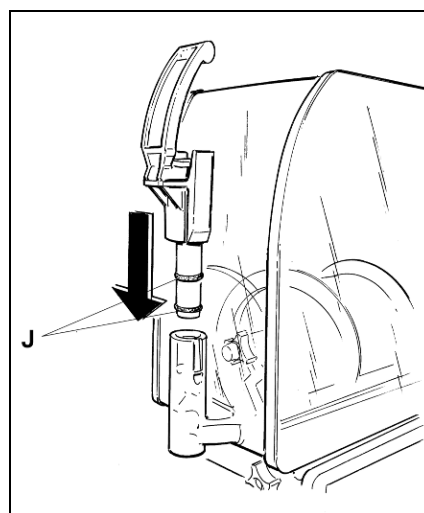

Fig. 11
- **M**onte nuevamente el grifo untando previamente grasa de vaselina en las empaquetaduras J para agilizar el deslizamiento del grifo en el propio alojamiento hasta la completa inserción (fig.11).